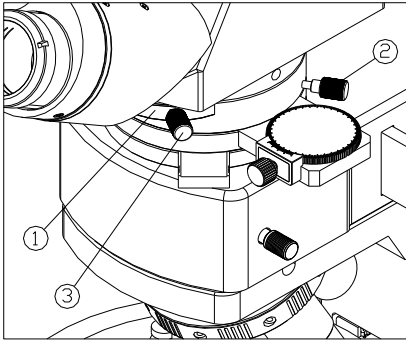

图 34
- (1) 将较大倍率物镜（50X）移入光路，并使起、检偏镜处于正交位置。（如图 34）
- (2) 放入切片(如云母)，用粗微调焦手轮进行调焦至清晰。
- (3) 转动勃氏镜切换转盘①，转到“B”定位，将勃氏镜移入光路。此时，在目镜中能看到“黑十字”像，即干涉图。（应转动工作台进行观察）
- (4) 调节勃氏镜调中螺钉②（左右各有一个，同时调节），将干涉图形调至视场中心。
- (5) 转动聚光镜组上的孔径光阑调节环,将孔径光阑开大。
- (6) 转动勃氏镜调焦螺钉③，将干涉图调至最清晰。